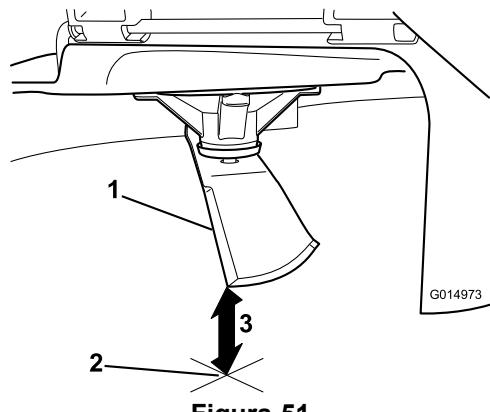

Figura 51
3. Meça da ponta da lâmina até à superfície plana (Figura 51).